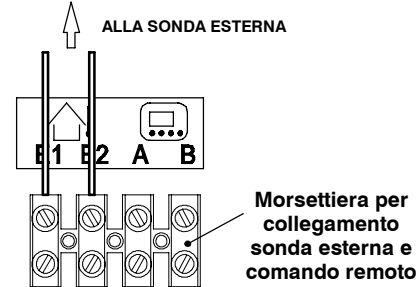

fig. 5.20
- Collegare ai morsetti E1 e E2 della morsetteria i due conduttori elettrici come indicato in fig. 5.20